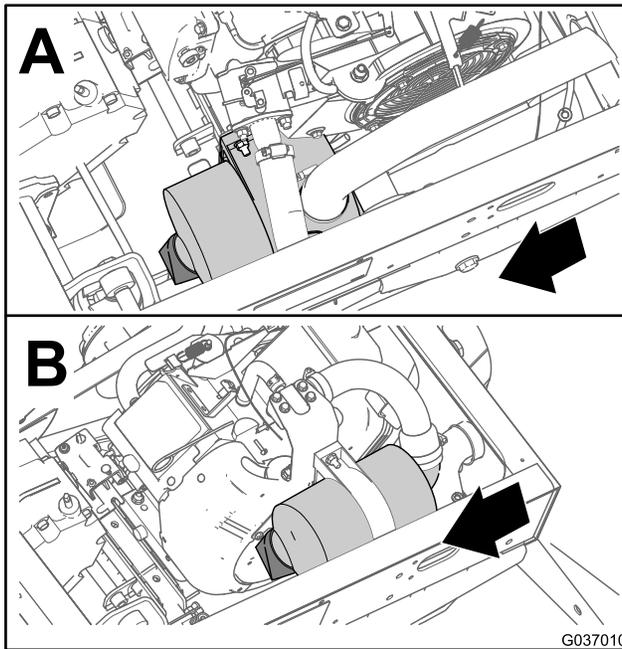
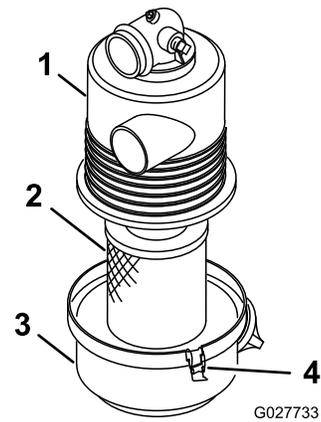

図 32
図 33
2. エアクリーナ本体にリーク原因となりそうな傷がないか点検する 図 32と図 33。
3. エアフィルタのカバーをエアフィルタのハウジングに固定しているラッチを外す 図 33。
4. ボディーからカバーを外し、カバーの内部を清掃する 図 33。
3. エアフィルタのハウジングにエレメントを取り付ける (図 33)。
4. エアフィルタのカバーとハウジングを合わせる (図 33)。
5. カバーをハウジングにラッチで固定する (図 33)。